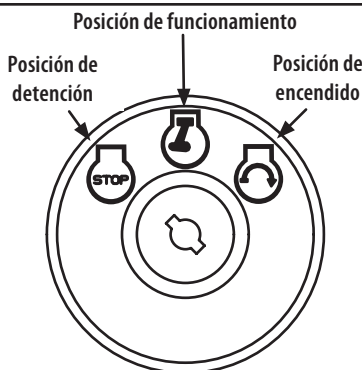

Figura 4
2. Mueva la palanca de cambios a la posición neutral (N).
4. Gire la llave de encendido en el sentido de las agujas del reloj hasta la posición START (encendido). Una vez que arranque el motor, suelte la llave. Volverá a la posición RUN (funcionamiento) (Figura 4).
4. Gire la llave de contacto hacia la derecha a la posición MARCHA (Figura 4).